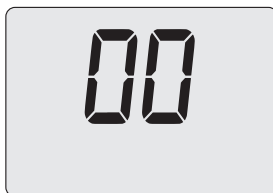

Figura 9.25
- Utilizzando i tasti 16 o 17 (Figura 9.21) è possibile modificare il valore del parametro P10 (00=**M270V.2025 SM** o 01=**M270V.2530 SM**) (Figura 9.25).